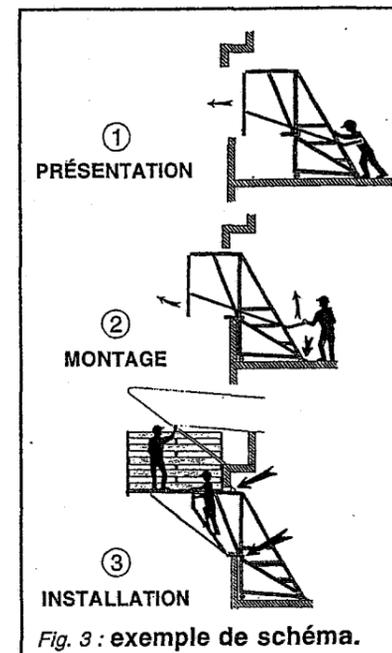

Fig. 3 : exemple de schéma.
- être illustré par des schémas ou croquis intégrant des silhouettes d'individus et des matériels connus des salariés (ex. fig. 3) ;